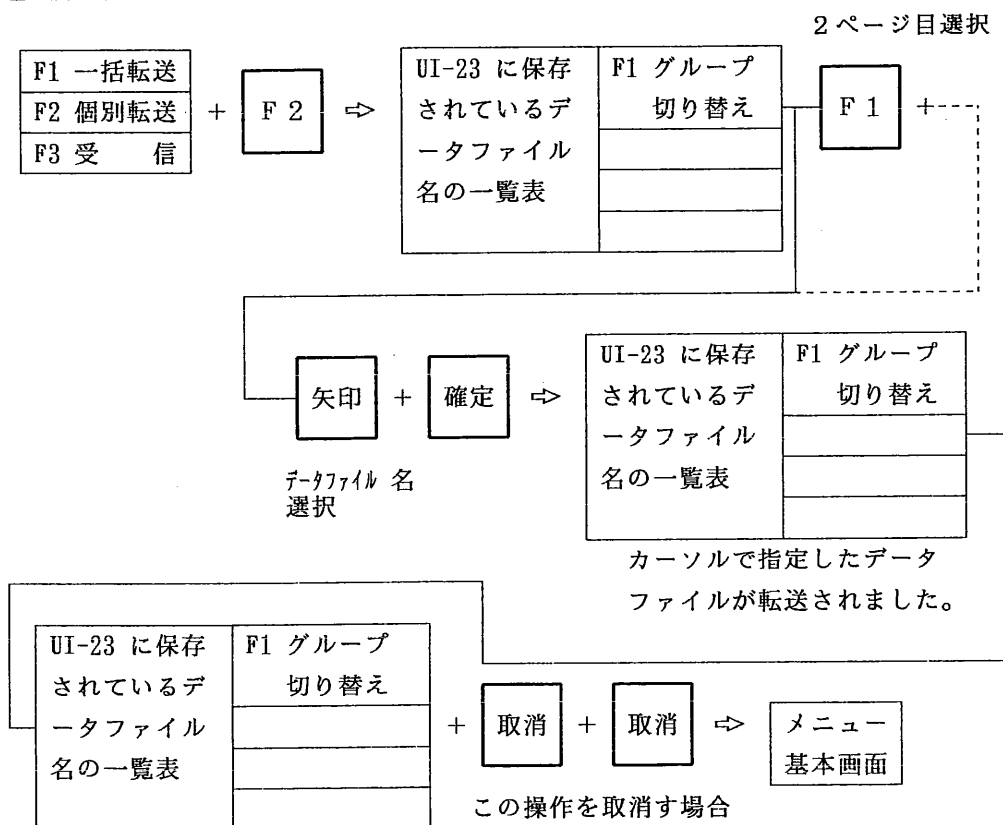

図 6.2.11 個別送信の操作方法
- ① 選択キー〔F 2〕を1回押すと表示器の探傷図形表示エリアにUI-23 に保存されているデータファイル名の一覧が表示され、メニューエリアには図 6.2.11 に示す選択メニューが表示されます。
- ② 矢印キーで転送したいデータファイル名にカーソルを合わせます。UI-23 には100個のデータが保存できますが、一回に表示されるデータファイルの数は50個です。